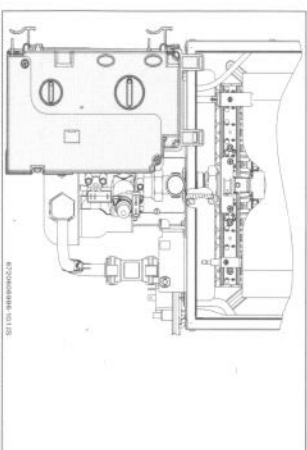

Fig. 6 Caixa de comando - posição de ajuste de gás
- ▶ Uma vez a caixa de comando retirada, posicioná-la de acordo com a Fig. 6.
- ▶ Colocar o selector de temperatura (Fig. 6, pos. 2) na posição 6 (posição 60 na caixa de comando).
- ▶ Pressionar e manter pressionada a tecla estado do queimador (Fig. 6, pos.4) e colocar o interruptor principal (Fig. 6, pos. 3) na posição I.
- ▶ Utilizando a porca de ajuste (Fig. 6, pos. 3) regular a pressão até atingir os valores indicados na Tab. 3.
- ▶ Colocar o selector de temperatura (Fig. 6, pos. 2) na posição 1 (posição 35 na caixa de comando).
- ▶ Utilizando o parafuso de ajuste (Fig. 6, pos. 2) regular a pressão até atingir os valores indicados na Tab. 3.